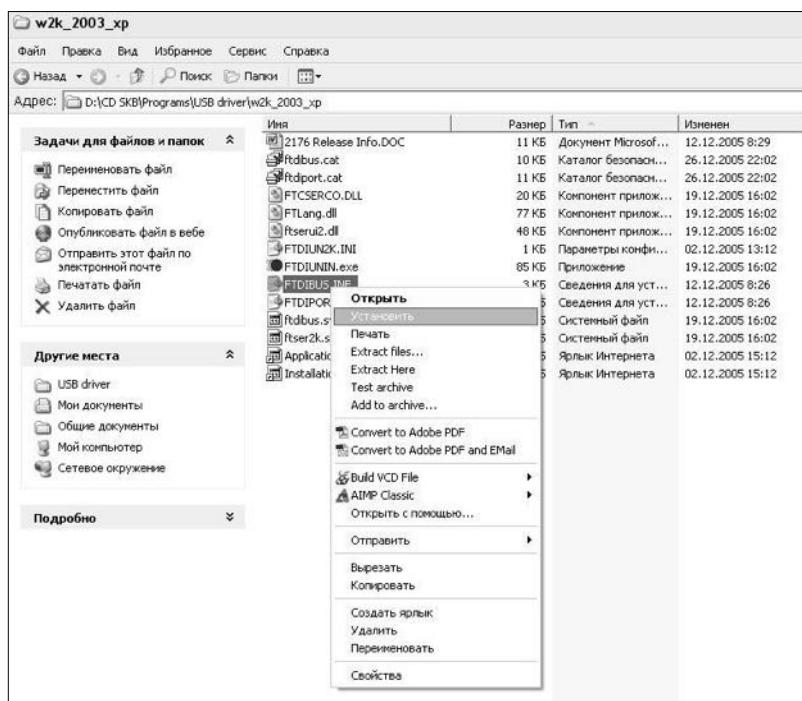

Рисунок 2.5 – Окно ручной установки драйвера
- нажать правой клавишей мыши на файле FTDBUS.INF в выпадающем меню выбрать пункт «Установить» (рисунок 2.5);